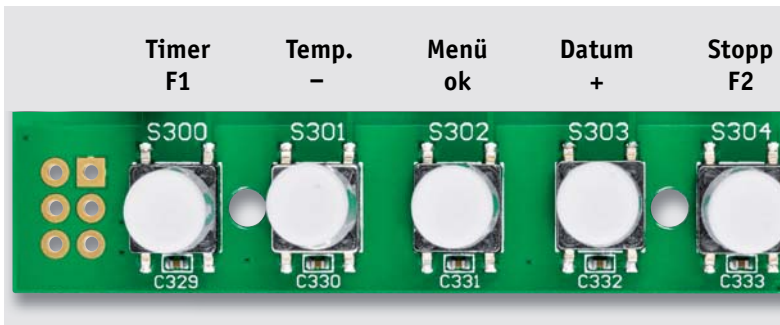

Bild 8: Die Tasten und Funktionen bei der MKLU1
Neben den direkten Tastenfunktionen (**Bild 8**) sind einige Funktionen über die einzelnen Menüpunkte zu erreichen. Das Menü des MKLU1 ist durch einen langen Tastendruck von mehr als eine Sekunde über die Taste S302 (OK) zu öffnen.